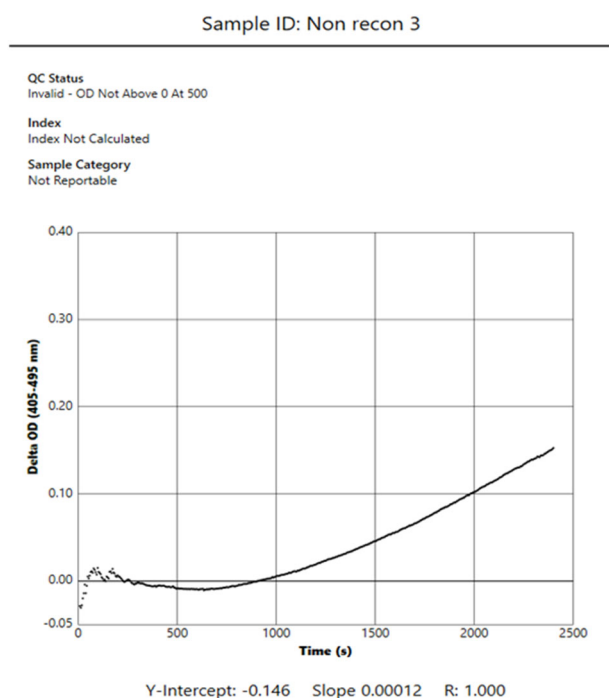

Figura 18. Relatório de Resultado do Teste do BG Analytics® para uma Amostra com Estado CQ Inválido – Traço Cinético
- Traçado como Delta OD (405 –495 nm) vs. Tempo(s) com os valores de intercepção em Y, inclinação e R determinados entre 1900 e 2400 segundos para permitir uma análise mais aprofundada da amostra (ver **Secção 8 Resolução de Problemas** para obter mais informações). Um exemplo de uma amostra com Estado de CQ inválido é mostrado na Figura 18.